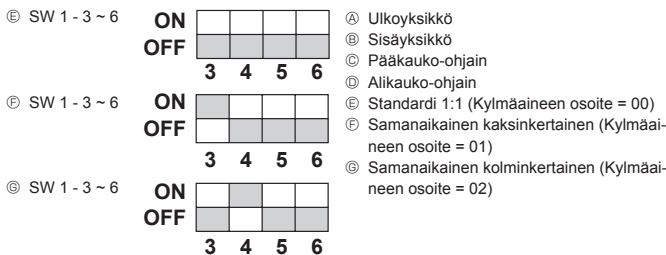

Fig. 9-1
9. Järjestelmän ohjaus (Fig. 9-1)